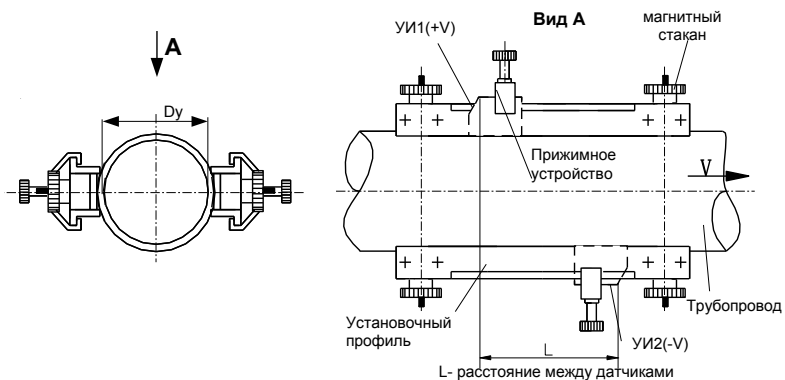

Рис. 4. Установка датчиков на трубопроводы  $Dy < 500$  мм
8.1.31. Установка ПП-1 по варианту "Z" (рис. 4, 5, 6)